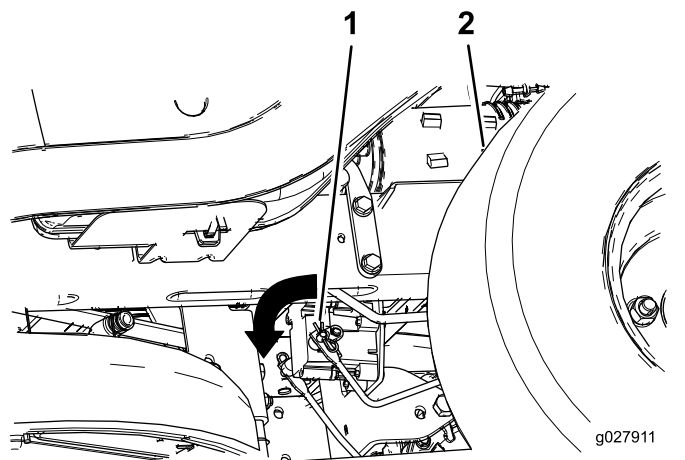

Figure 42
2. Localisez l'arbre sur le frein électrique au point de connexion des bras de liaison (Figure 42).
3. Tournez l'arbre en avant pour desserrer le frein (Figure 42).